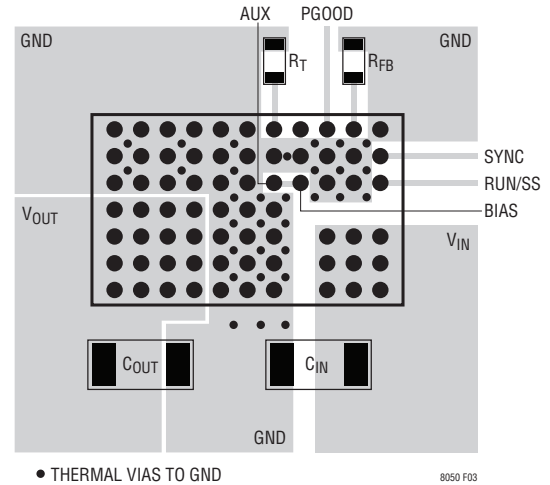

図3. 推奨の外付け部品、GNDプレーンおよびサーマル・ビアを示すレイアウト
トが無計画だったり不出来だったりすると、規定された動作を実現できないことがあります。推奨レイアウトについては図3を参照してください。接地とヒートシンクに問題がないことを確認します。
6. 十分なヒートシンク効果を与えるため、ビアを使って、GND銅領域をボードの内部グラウンド・プレーンに接続します。これらのGNDビアを多数分散配置して、プリント回路基板の内部プレーンへの十分なグラウンド接続と熱経路の両方を与えます。図3のサーマル・ビアの位置と密度に注意してください。これらのビアは内部の電力を処理する部品に近接しているので、これらの位置で内部GNDプレーンに接続されているビアによって与えられるヒートシンク機能からLTM8050は恩恵を得ることができます。サーマル・ビアの最適個数はプリント回路基板の設計に依存します。たとえば、ある基板では非常に小さなビア孔を使うことがあります。この場合、大きな孔を使う基板に比べて多くのサーマル・ビアを採用します。